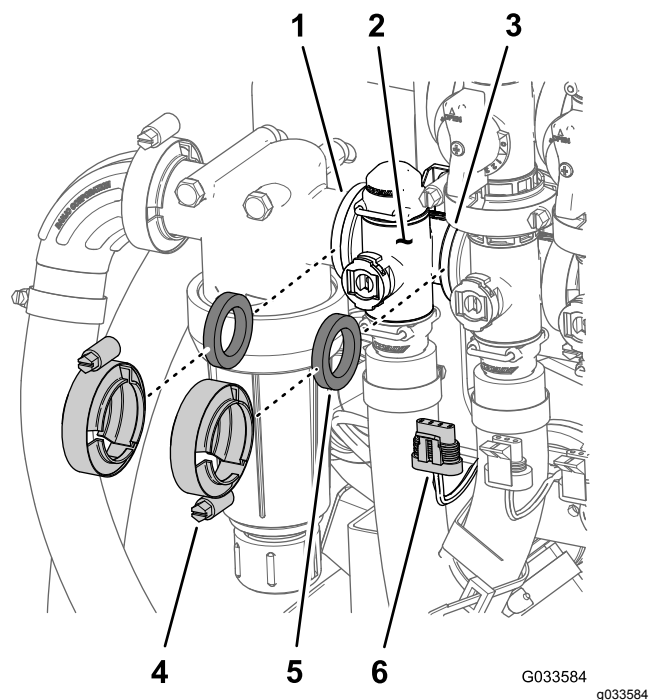

Figura 113
1. Rimuovete i 2 morsetti flangiati e le 2 guarnizioni che fissano il collettore della valvola di controllo del volume (Figura 113) al filtro della pressione e alla valvola dell'agitatore.